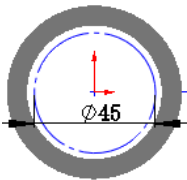

图 11.4.5 过滤器草图
Step2. 绘制过滤器草图。选取前视基准面为草绘平面；绘制图 11.4.5 所示的构造圆，在添加 Ø45 时，在“尺寸”对话框 **主要值(V)** 区域的文本框中将“D1@草图 2”名称更改为“标称直径”；选择下拉菜单 **插入(I)** → **退出草图** 命令，完成过滤器草图的创建。